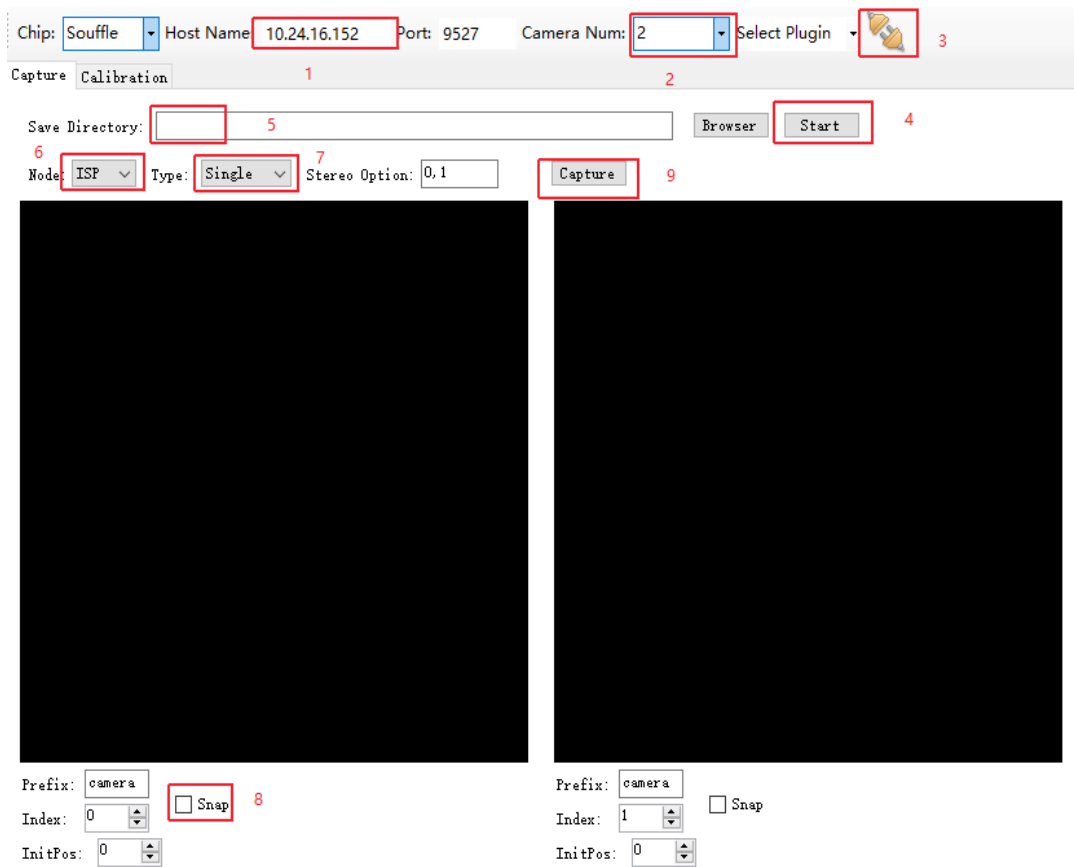

图 7 CVTool 单相机抓图步骤
- b) 根据图 7 的步骤 1-3 连接 prog_cv_server；
- c) 点击图 7 的步骤 4 的 Start 按钮开始预览；
- d) 根据图 7 步骤 5-9 抓图。